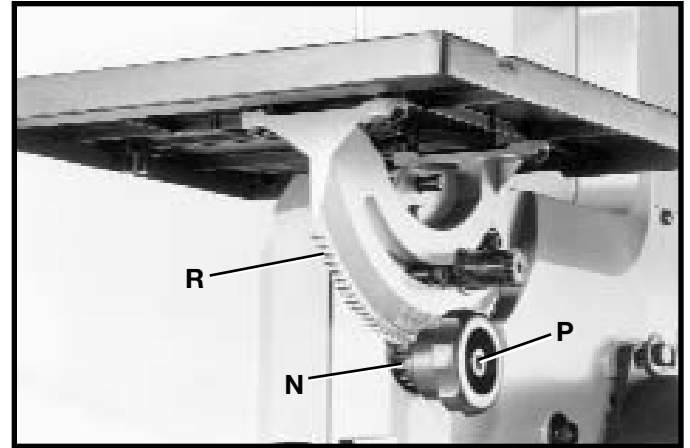

Fig. 10
7. Posicione la perilla del piñón (N) Fig. 10 sobre el dorso de la sierra de tal manera que los dientes de la perilla del piñón (N) queden engranados con los dientes del muñón (R). Afiáncela en su sitio con el tornillo especial (P) y el resorte, utilizando la llave de casquillo hexagonal de 4 mm que se suministra con la sierra.